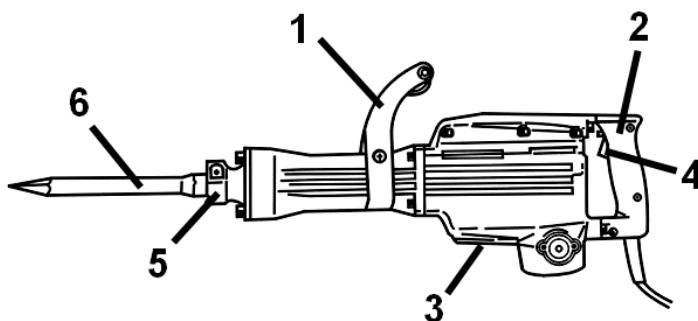

Рисунок 1
6.3.1 Замену смазки рекомендуется производить после каждого 3-6 месяцев эксплуатации (смотрите уровень через окно контроля (3, рисунок 1)). Рекомендуем замену смазки производить в ближайшем уполномоченном сервисном центре.